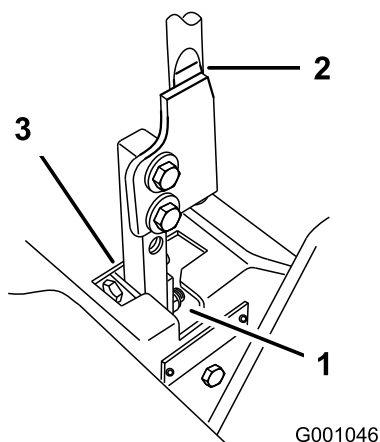

Figure 55
5. Placez le levier au point mort, sans le verrouiller (Figure 55).
7. Vérifiez la position du levier par rapport au cran de la console (Figure 55). Il doit être centré de façon à pouvoir pivoter vers l'extérieur jusqu'à la position de verrouillage du point mort.